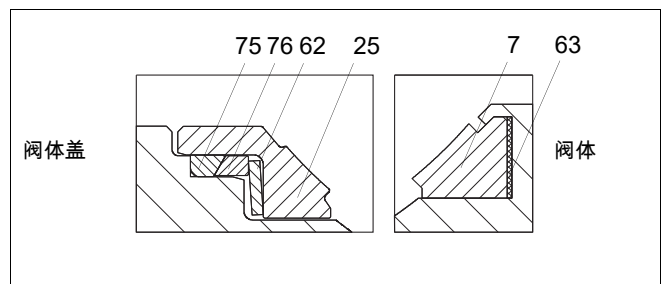

图 26 H 阀座（2"）
- 将背密封（63）放入阀体埋头孔中。然后，将阀座（7）放入阀体埋头孔中，请参见图 26。
- 将背密封（75）、支撑环（76）、弹簧（62）和阀座（25）放入阀体盖中，请参见图 26。